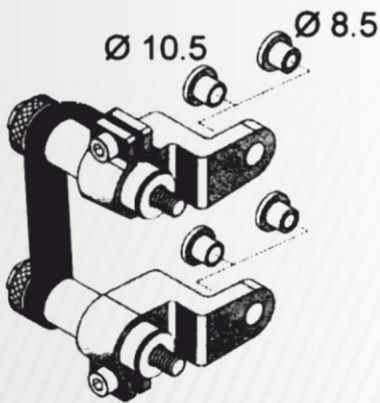

Рисунок 14
2. Определите какие вставки для крепежного адаптера использовать в зависимости от диаметра (см. рис.14): М8 – используйте вставки  $\varnothing 8,5$  в кронштейн крепежного адаптера. М9-М10 – используйте вставки  $\varnothing 10,5$  в кронштейн крепежного адаптера. М12-М14 – не используйте вставки